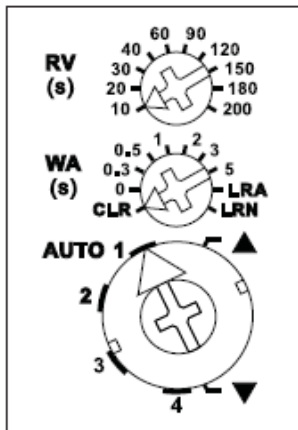

Bild 2
**Bild 2:** Bei diesem Aktor erfolgt die Laufzeiteinstellung ebenfalls nach dem Anlernvorgang. Mit dem oberen stellst du die Laufzeit ein (von 10 bis 200 Sek.). Der mittlere (Position 0) und der untere (Position 1) Drehschalter müssen in der Position bleiben, welche bei dem Anlernvorgang genannt werden.